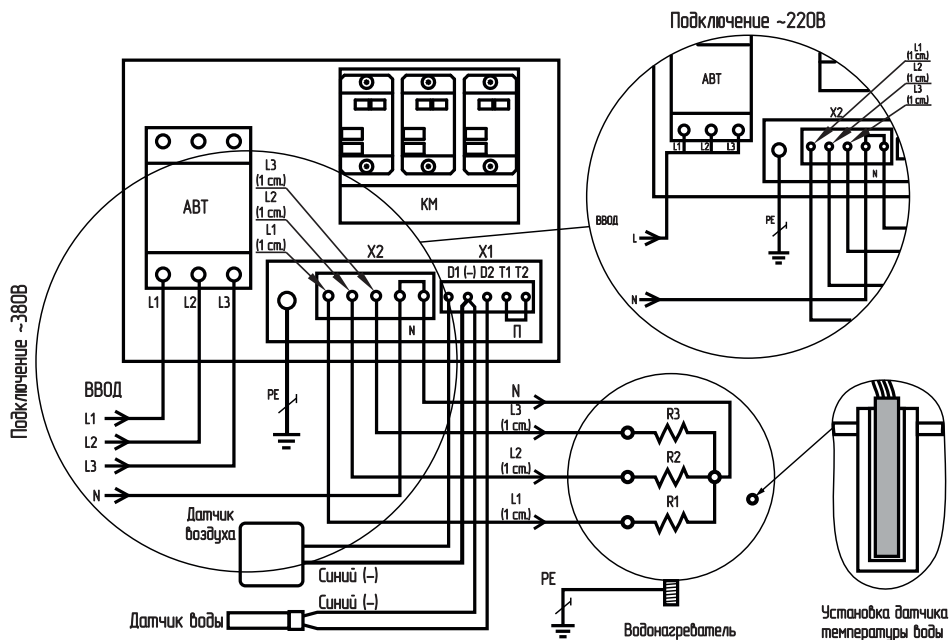
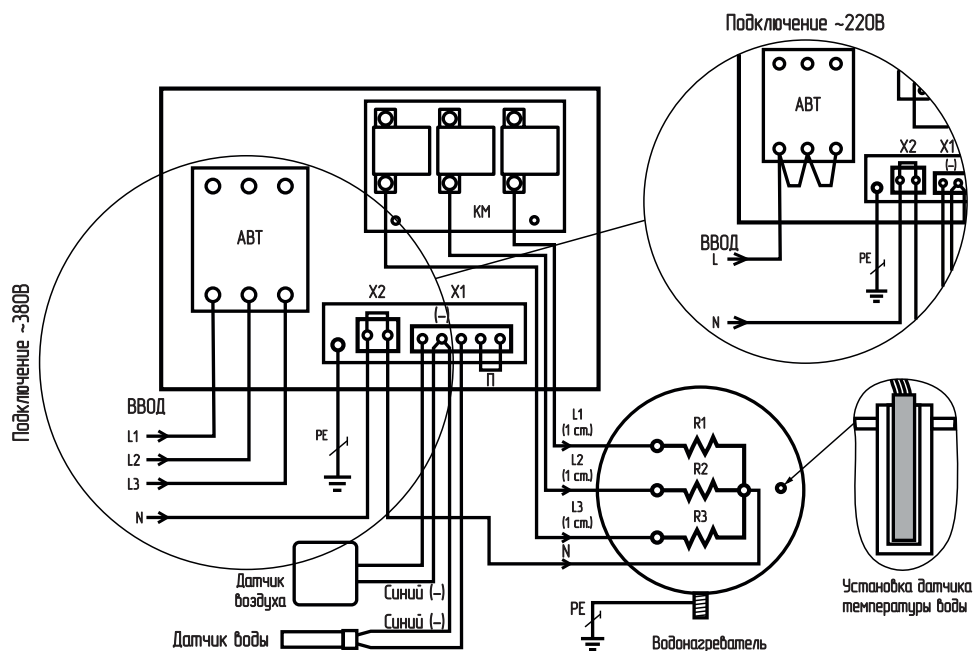
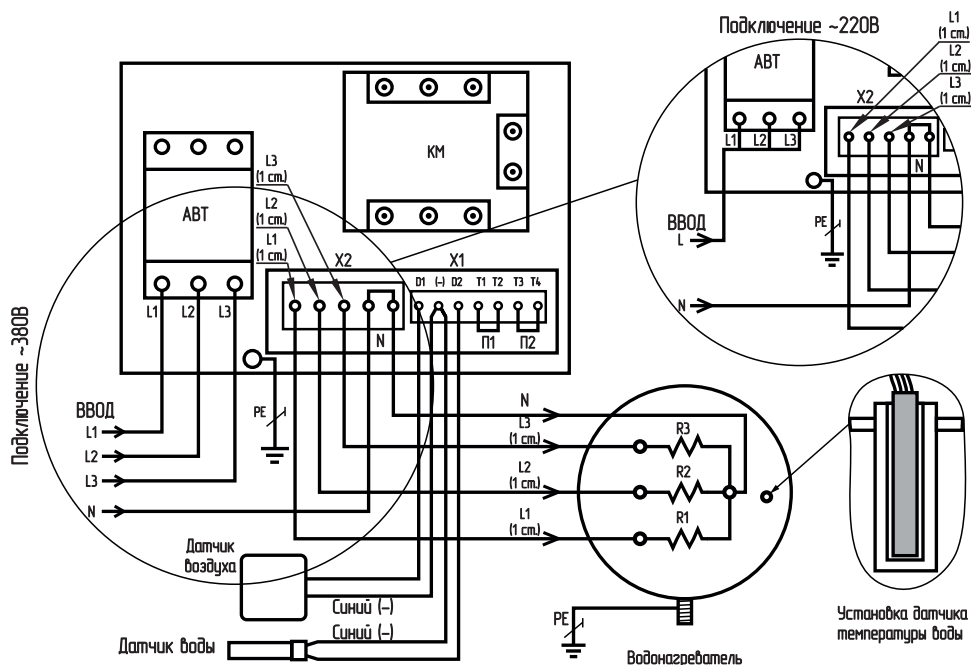

Рис.1 Схема подключения ПУ ЭВТ мощностью до 9 кВт
Рис.2 Схема подключения ПУ ЭВТ мощностью до 15 кВт
Рис.3 Схема подключения ПУ SSR мощностью до 9 кВт и до 15 кВт
- Эксплуатация панели управления должна осуществляться только при условии ее подключения в соответствии со схемой подключений (**Рис.1; Рис.2; Рис.3**);
9. Подключите панель к питающей сети кабелем соответствующего сечения, исходя из номинальной мощности котла или ТЭНБ, согласно схеме подключений (**Рис.1; Рис.2; Рис.3**) настоящей инструкции по эксплуатации. Для обеспечения надёжного контакта, места присоединения проводов необходимо тщательно затягивать. Ввод кабелей и проводов осуществляется с учетом сохранения степени защиты панели.
10. При подключении панели управления к однофазной сети переменного тока соедините вместе клеммы L1, L2, L3 вводного автомата и подключите их к фазному проводу питающей сети. Нулевой провод питающей сети подключается согласно схеме (**Рис.1; Рис.2; Рис.3**).
- Поместите в него датчик до упора, предварительно смазав термопастой (**Рис.1; Рис.2; Рис.3**);
- Подключите датчики к монтажной колодке X1 в соответствии со схемой (**Рис.1; Рис.2; Рис.3**), обращая особое внимание на полярность датчиков. Провода датчиков синего цвета, помеченные знаком (-) подключаются на клемму колодки X1, помеченную знаком (-) (**Рис.1; Рис.2; Рис.3**). Датчики подключаются медными проводами сечением 0,5-0,75 мм² необходимой длины. При длине провода более 10 метров желательно использовать провода, свитые в пары (не более 50 метров);
12. Подключите панель к котлу или твердотопливному котлу с установленным ТЭНБ, согласно схеме подключений (**Рис.1; Рис.2; Рис.3**) кабелем соответствующего сечения, исходя из номинальной мощности котла или комплекта ТЭНБ;
13. Выполните заземление (защитное зануление) корпуса панели, в соответствии со схемой подключений (**Рис.1; Рис.2; Рис.3**).
- Нулевой рабочий провод сети (N) должен подсоединяться к колодке X2 «НЕЙТРАЛЬ» внутри панели и к общему проводу ТЭН котла или ТЭНБ;
- Подключить внешний термостат к монтажной колодке X1 вместо перемычки (П) **Рис.1; Рис.2** или (П1) **Рис.3** для ПУ ЭВТ SSR до 9 и до 15 кВт.
Внимание! В случае отсутствия перемычки (П или П1 для ПУ ЭВТ SSR до 9 и до 15 кВт) или срабатывания внешнего термостата, подключенного вместо перемычки к колодке X1 (**Рис.1; Рис.2; Рис.3**) устройство будет отключено.
- Подключить датчик перегрева теплоносителя к монтажной колодке X1 вместо перемычки (П2) **Рис.3**.
Внимание! В случае отсутствия перемычки (П2) или срабатывания датчика перегрева теплоносителя, подключенного вместо перемычки к колодке X1 (**Рис.3**) устройство будет отключено.